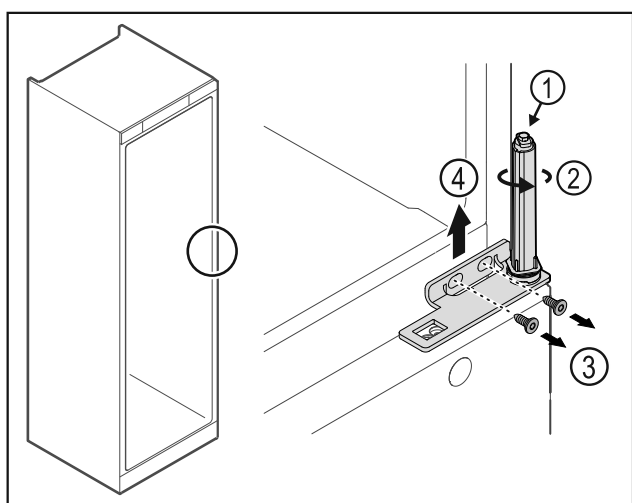

Fig. 27
- ▶ Ne razstavite sistema za zaklepanje vrat Fig. 27 (1).
- ▶ Obračajte zaporni sistem Fig. 27 (2), dokler ne klikne.
- ▶ Odvijte vijake Fig. 27 (3) in kotnik tečaja Fig. 27 (4) snemite v smeri navzgor.